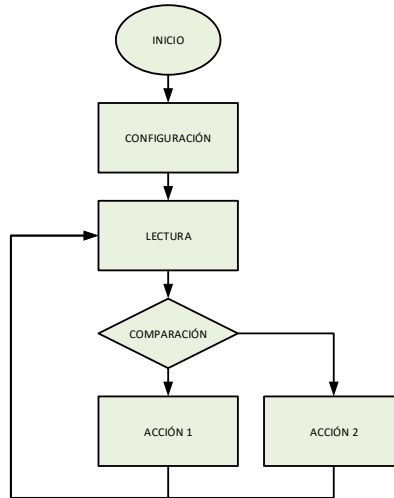

Figura 2. Diagrama de flujo básico.
- Simular mediante un diodo LED externo el encendido automático de un sistema de iluminación cuando se llega a un valor preestablecido de oscuridad medido a través un sensor fotorresistivo (Figura 2).